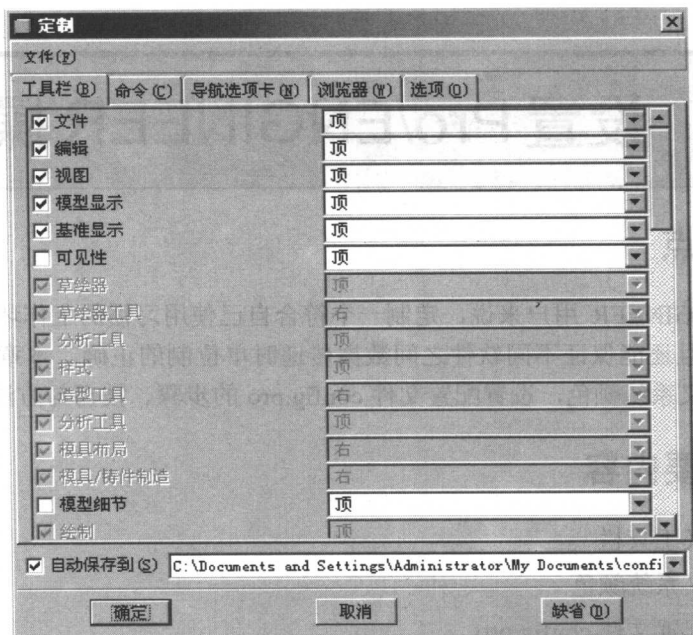

图 0.1 【定制】对话框
- (1) 执行【工具】|【定制屏幕】命令。
- (2) 打开【定制】对话框,切换到【工具栏】选项卡,如图 0.1 所示。
- (3) 拖动对话框右侧的滚动条,找到自己要显示/隐藏的按钮类别,如选中【可见性】复选框,则该类按钮就显示在工具栏内(取消该复选框的选择,即隐藏该类按钮)。